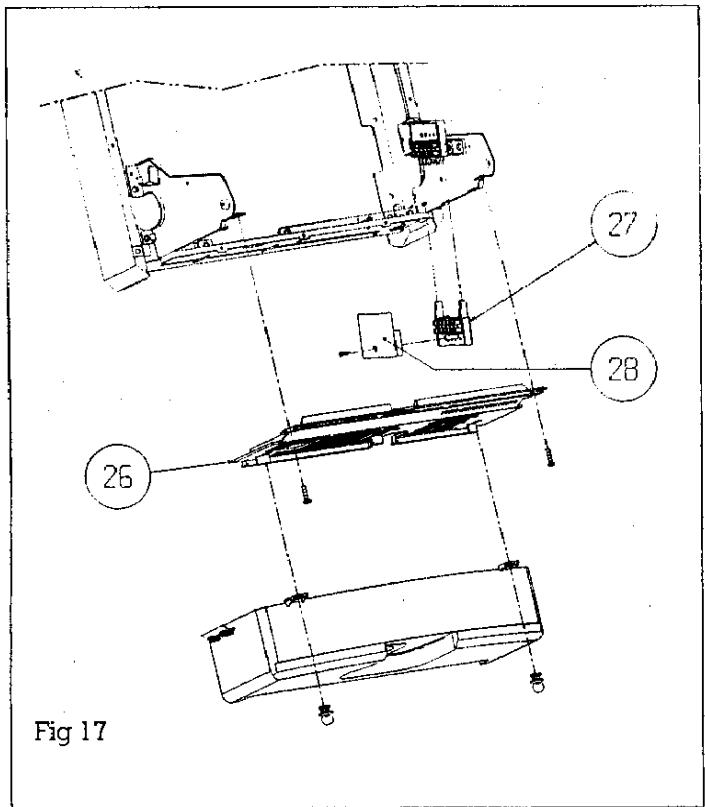

Fig 17
2.6.1 Accès aux branchements (Fig.17)